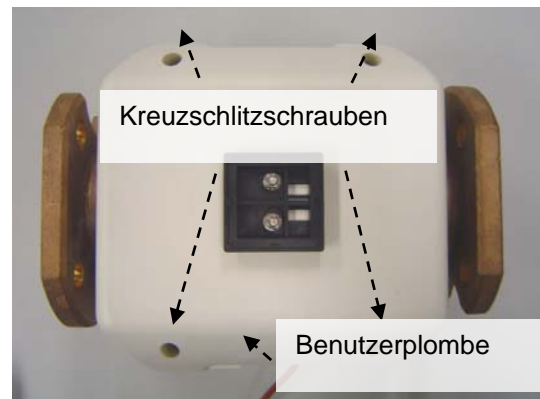

Bild 10: Demontage der Halbschalen
- Lösen der 4 Kreuzschlitzschrauben (s. Bild 10)
- Plombieren der Halbschalen mit beiliegender Benutzerplombe (s. Bild 10)